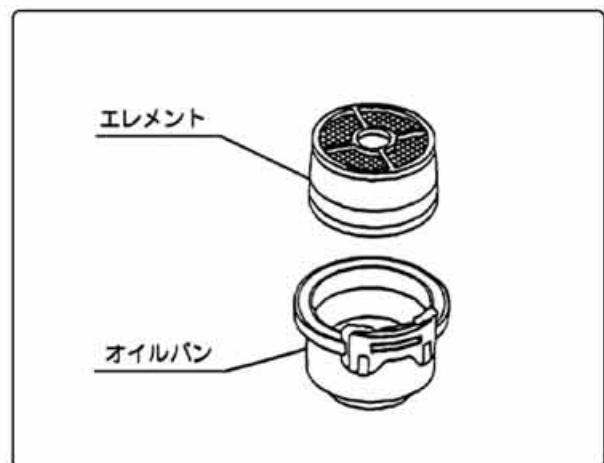

図37
② オイルが不足しているときは、オイルレベルまで補充してください。汚れがひどいときにはオイルパン・エレメント共、白灯油で洗浄しエレメントはエンジンオイルに浸し滴下しない程度に振り切ってください。(図37)
③ オイルパンはよく洗浄し、新しいエンジンオイル（S C級以上）をレベルまで入れてください。(図37)